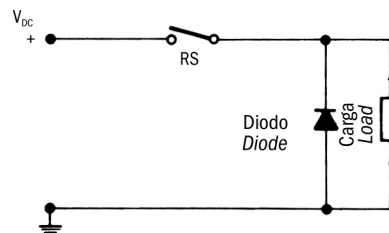
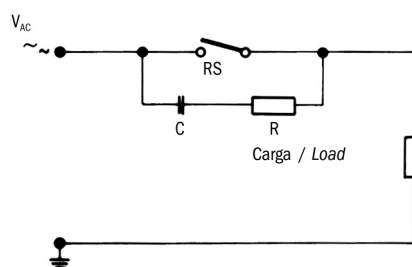

Fig. 1 Protección con corriente continua para cargas inductivas.
Fig. 2 Protección con corriente alterna con conexión RC para carga inductiva.
**1) Cargas inductivas** en circuitos alimentados con corriente continua la protección del contacto es relativamente fácil. Se debe conectar en paralelo a la carga un diodo semiconductor como se indica en la fig. 1 (ver la página siguiente). Las polaridades deben estar conectadas de manera que el diodo se bloquee con el voltaje normal de funcionamiento y siempre en cortocircuito en el caso de inversión de polaridades. Al cambiar las cargas inductivas alimentadas con corriente alterna no se puede utilizar un diodo, es necesario utilizar un dispositivo de supresión del arco Por lo general, es un enlace RC paralelo al interruptor y luego en serie con la carga, según fig. 2 (ver página siguiente). El tamaño del supresor del arco puede ser determinada por el monograma de la fig. 3 (ver la página siguiente).